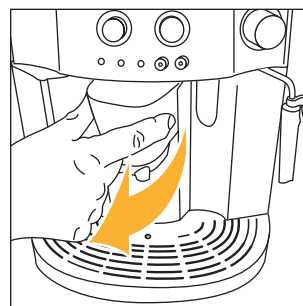
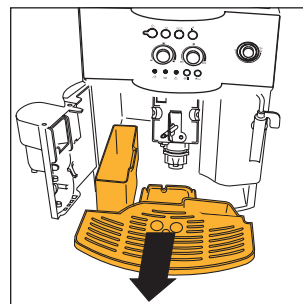

Fig. 15
Fig. 16
BEMÆRK 7 : maskinen tæller det antal kopper kaffe, der bliver brygget. Kontrollampen ☹ tændes efter hver 14. enkelt kop kaffe (eller 7. dobbelt kopper kaffe), for at vise at kaffegrumsbeholderen er fuld og skal tømmes og renses. Så længe rensning af kaffegrumsbeholderen ikke foretages, bliver kontrollampen ved med at være tændt, og maskinen kan ikke brygge kaffe. For at kunne foretage rengjøringen skal lågen på bagsiden åbnes ved at trække i vandudløbsrøret (fig. 15); kontrollampen ☹ tændes og blinker (jvf. par. 12 punkt 9); træk dråbeopsamlingsbakken ud (fig. 16) tøm den og rens den. Udtøm og rens kaffegrumsbeholderen omhyggeligt idet du sørger for at fjerne alle eventuelle aflejringer på bunden. Tør også eventuelle kondensdryp op, der har lagret sig inden i maskinen, under dråbeopsamlingsbakken.
- Åpne den lille døren (fig. 15).
- Ta ut dråpeoppsamlings-skålen og grutbeholderen (fig. 16) og rengjør dem.